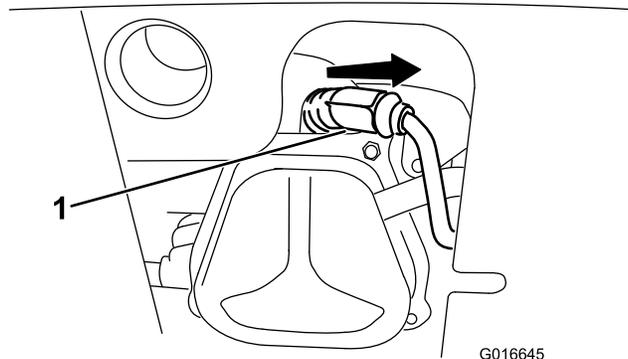

Рисунок 35
1. Снимите изоляционный колпачок (Рисунок 35).